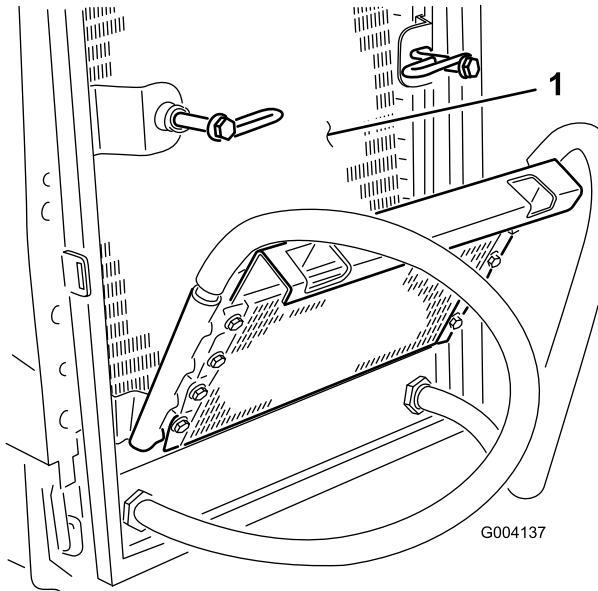

Figure 51
6. Nettoyez soigneusement les deux côtés du refroidisseur d'huile et du radiateur (Figure 51) à l'air comprimé.